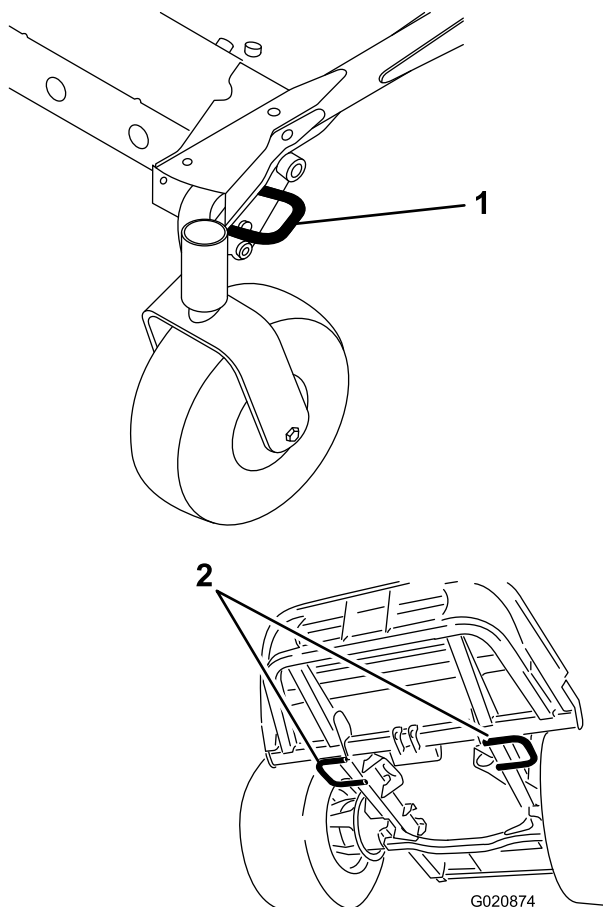

Figura 59
- Sujete la máquina firmemente al remolque o al camión con cadenas, correas, cables o cuerdas, según lo estipulado en la normativa de tráfico local (Figura 59).